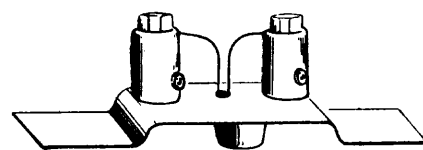

Fig. 1
2. *Interruptor de puesta en funcionamiento (fig. 1)*